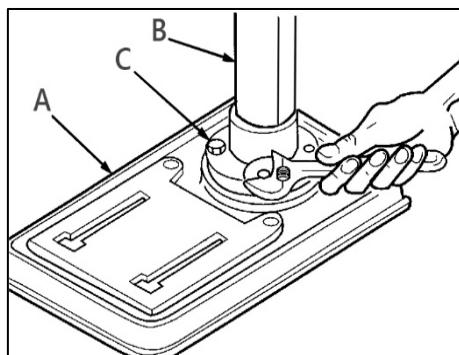

Рисунок 3.
Расположите колонну в сборе на основании (A), совместите отверстия во фланце (C) с отверстиями в основании (рис. 3).